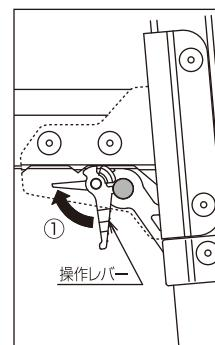
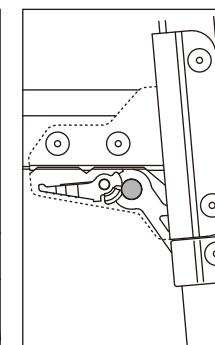
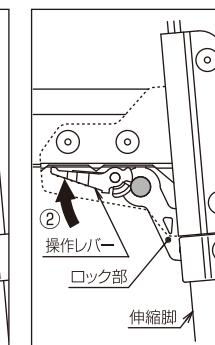
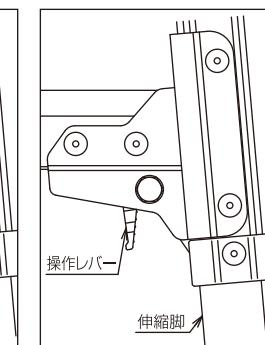

図1 ロック状態
図2 操作レバー解除状態
図3 操作方法
図4 伸縮装置外観
- ①操作レバーを図1のロック状態から矢印①の方向に回転させて操作レバーが水平になる位置(図2参照)にして、操作できる状態にしてください。
- ②図2の状態から図3のように操作レバーを矢印②の方向に押したまま本体を持ち上げて、伸縮脚を伸ばしてください。持ち上げても伸びない場合は、操作レバーを押したまま手で伸縮脚を引き伸ばしてください。
- ③希望の長さまで伸縮脚を伸ばした後は、操作レバーが図2の状態にもどっていることを確認後、図1の矢印①とは逆方向に操作レバーを回転させて図1のロックされた状態にしてください。(外観は図4のように見えます。)
- ②図2の状態から図3のように操作レバーを矢印②の方向に押したまま本体を持ち上げて、伸縮脚を手で縮めてください。
- ③希望の長さまで伸縮脚を縮めた後は、操作レバーが図2の状態にもどっていることを確認後、図1の矢印①とは逆方向に操作レバーを回転させて図1のロックされた状態にしてください。(外観は図4のように見えます。)